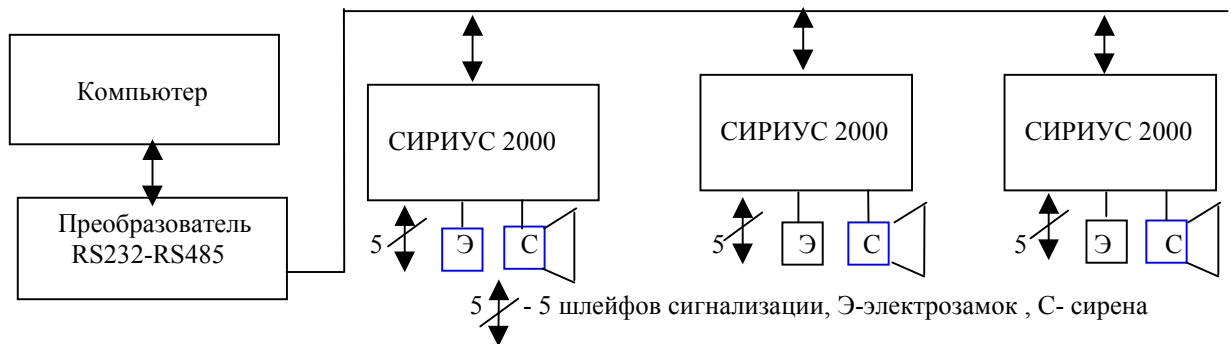

Рис. 1. Структурная схема объединения систем серии «СИРИУС 2000» в сеть.
- Все это приобретает особое значение в случае, если в вашей организации большое число объектов оборудовано системами серии 2000. На рис. 1 представлена структурная схема объединения систем серии «СИРИУС 2000» в сеть. Для объединения систем контроля доступа серии «СИРИУС 2000» в сеть используется линия связи (трехпроводной моноканал) в стандарте RS-485. Для подключения к персональному компьютеру, с установленным на нем программным обеспечением, необходим адаптер последовательного канала.